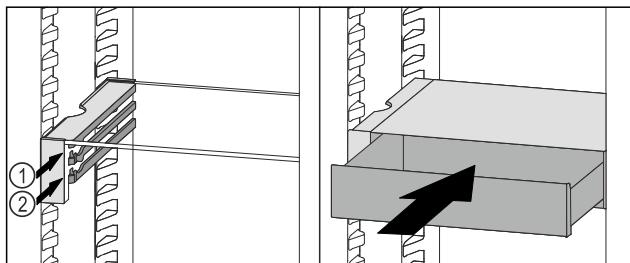

Fig. 90
- VarioSafe-Schubfach hinter den Stopfern auf gewünschter Rippe Fig. 90 (1) oder Fig. 90 (2) aufsetzen.